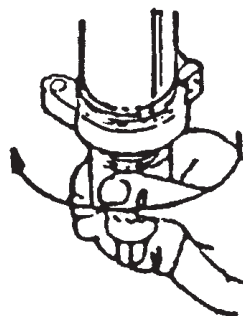

Fig. 26
2. Abra las mordazas del broquero en dirección contraria a las manecillas del reloj para abrir las mordazas del broquero (como se muestra en la figura) (Fig. 26)